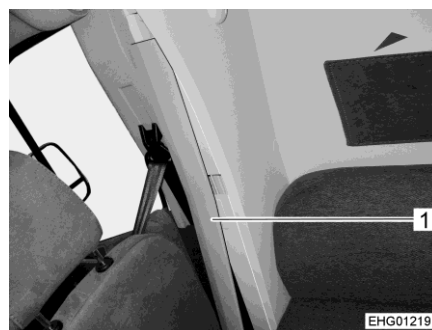

Fig. 131 Revêtement montant B (Ford)
Le porte-fusibles est monté sur la paroi de raccordement. Le revêtement du montant B doit être retiré pour changer un fusible (Fig. 131,1).
- Retirer le revêtement du montant B (Fig. 131,1). Ouvrir pour ce faire la bande velcro et retirer les vissages.